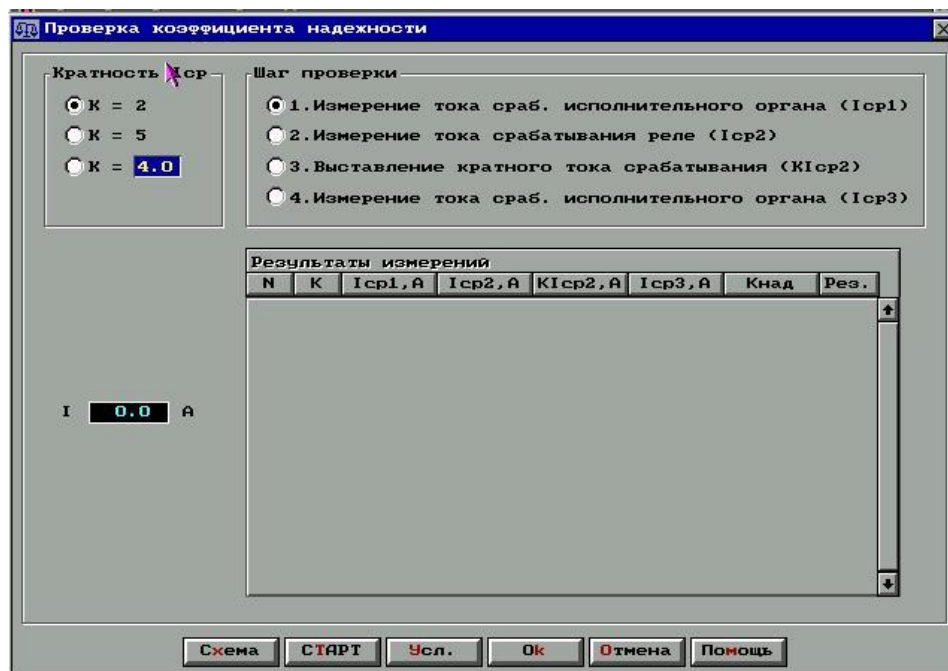

Рис. 12.11. Окно *Проверка коэффициента надежности реле*
**Проверка коэффициента надежности реле.** В панели управления нажмите кнопку Проверка коэффициента надежности реле. Программа выведет на экран рабочее окно (рис. 12.11).